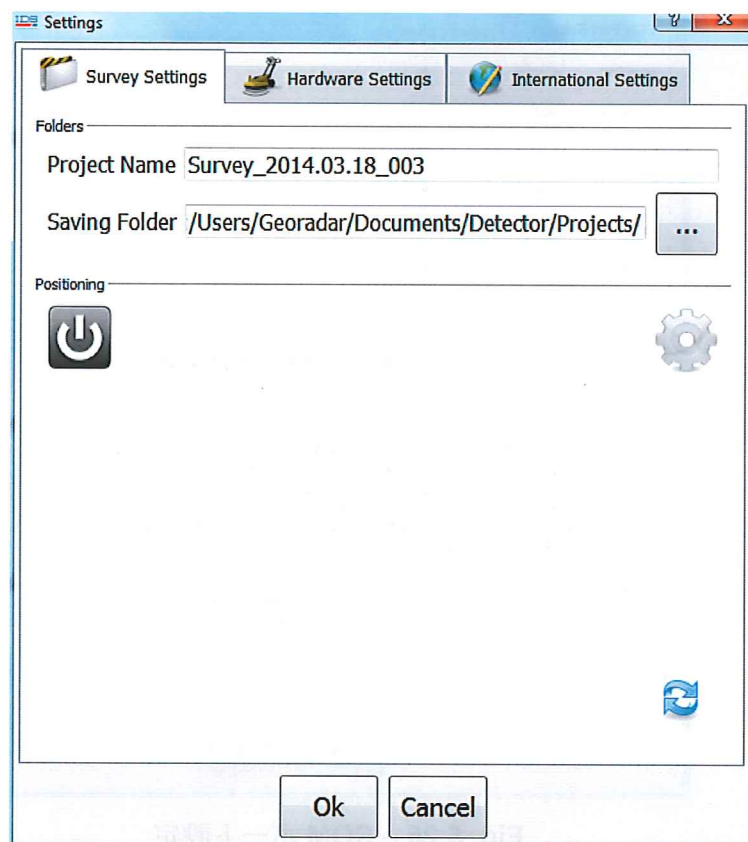

Fig. 5.24 – 調査設定
**Survey Settings** メニューで、作業者が可能なのは(Fig. 5.24 を参照):